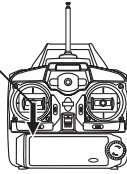
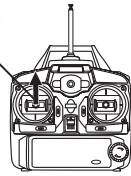

Figura 2
Figura 1
- ② Levante a antena até sua altura máxima. Posicione a alavanca esquerda de controle para baixo. Ao ligar o controle remoto a luz de força piscará lentamente. Então, posicione a alavanca de controle esquerda para cima. A luz de força piscará com maior velocidade. (Figura 1) Posicione novamente a alavanca para baixo e a luz permanecerá ligada mas sem piscar. (Figura 2) Agora o controle remoto está preparado para o voo.